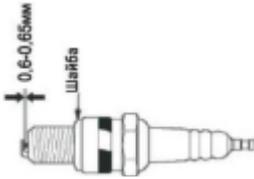

Рис. 11
2. Измеряйте зазор между электродами свечи специальным щупом. Зазор должен быть 0,6-0,65мм (Рис. 11). При увеличении или уменьшении нужного зазора рекомендуется заменить свечу, так как регулирование зазора может привести к изменению качества искрообразования.